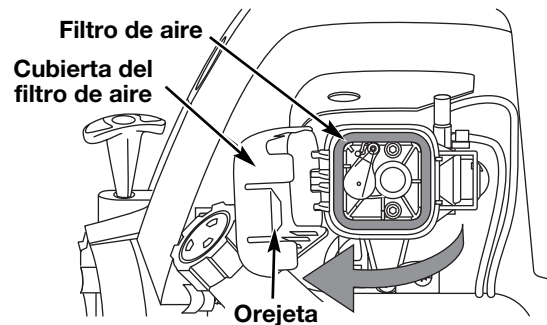

Fig. 26
1. Abra la cubierta del filtro de aire. Empuje hacia adentro la orejeta del lado derecho de la cubierta, y extraiga la cubierta del filtro de aire hacia afuera y hacia la izquierda (Fig. 26).
2. Retire el filtro de aire (Fig. 26).